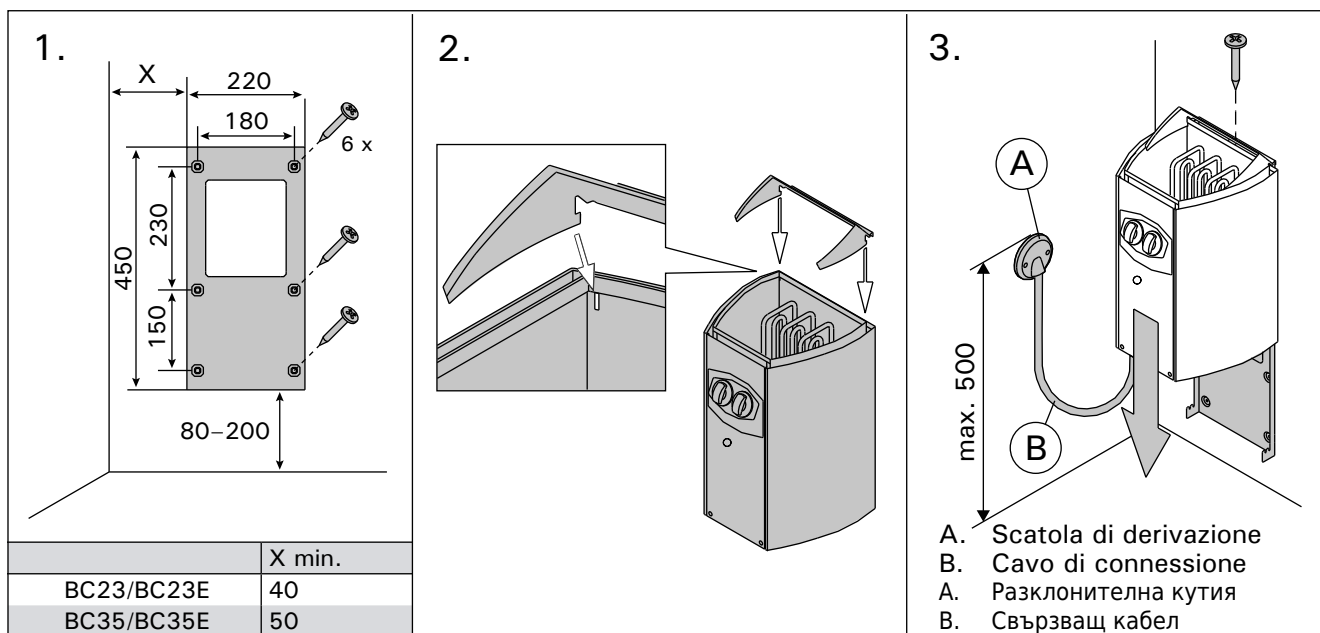

Figura 7. Come fissare la stufa alla parete (tutte le dimensioni sono in millimetri)
Vedere la figura 7.
- La stufa è collegata in modo semifisso alla scatola di derivazione (figura 7: A) posta sulla parete della sauna. La scatola di derivazione deve essere a prova di spruzzo e l'altezza massima dal pavimento non deve superare i 500 mm.
- Il cavo di connessione (figura 7: B) deve essere di gomma, tipo H07RN-F o equivalente. **NOTA:** a causa della scarsa resistenza alle temperature elevate, è vietato utilizzare un cavo con isolamento in PVC come cavo di connessione per la stufa.